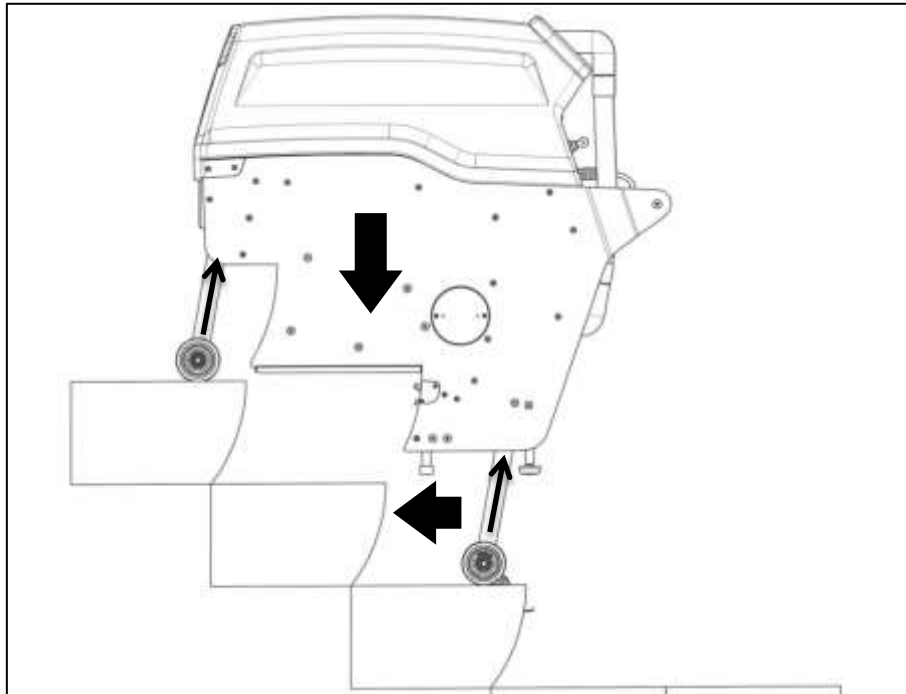
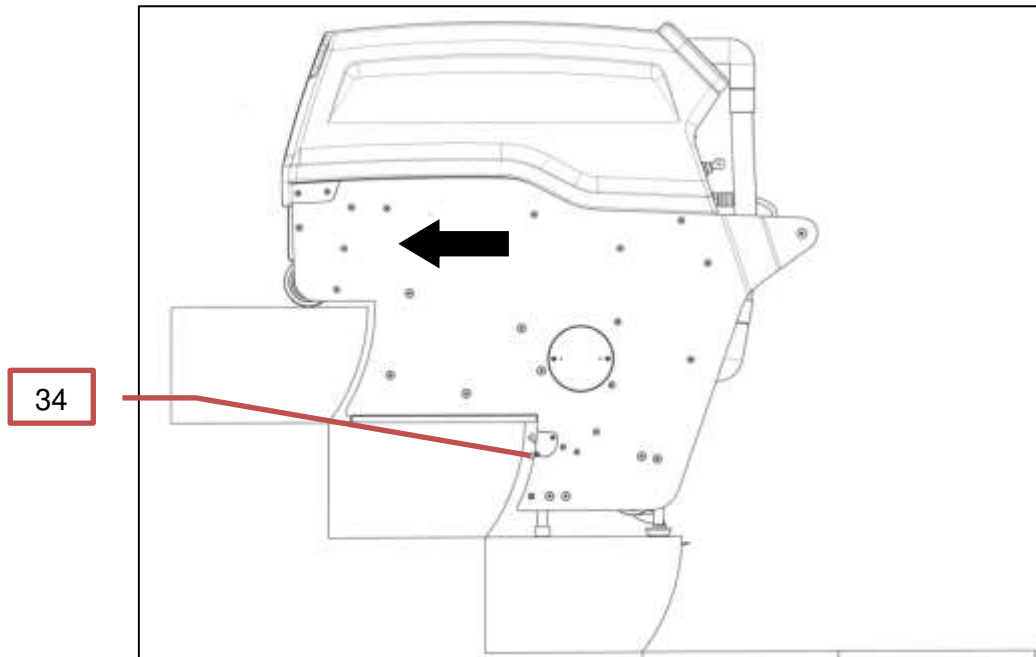

Imagen 8: Bajar la máquina
Imagen 9: Colocar la máquina
- Poner el interruptor de llave (5) en el «1».
- Poner el interruptor de elección de programa (14) en el «3»
Para conseguir el grado de humedad perfecto en los cepillos, el primer escalón debe ser limpiado dos veces antes de comenzar el proceso de limpieza. Tras haber empujado la máquina (puesta en el lado izquierdo de la escalera mecánica) hasta que las ruedas choquen con los escalones de la escalera mecánica (ver imagen 8: Bajar la máquina) se debe bajar (ver imagen 9: Colocar la máquina) y empujar la máquina sobre los carriles de deslizamiento (25) hasta que el burlete (26) choque con la escalera (imagen 9: Colocar la máquina).
Ahora se puede comenzar el programa preelegido. Elevar la máquina tras el ciclo de limpieza (imagen 9: Elevar la máquina).
A continuación, se debe empujar la máquina hacia adelante hasta que las ruedas choquen con el siguiente escalón y entonces debe ser bajada de nuevo. Ahora se puede empujar la máquina sobre los carriles de deslizamiento hasta colocarla en la nueva posición de trabajo (imagen 9: Colocar la máquina).